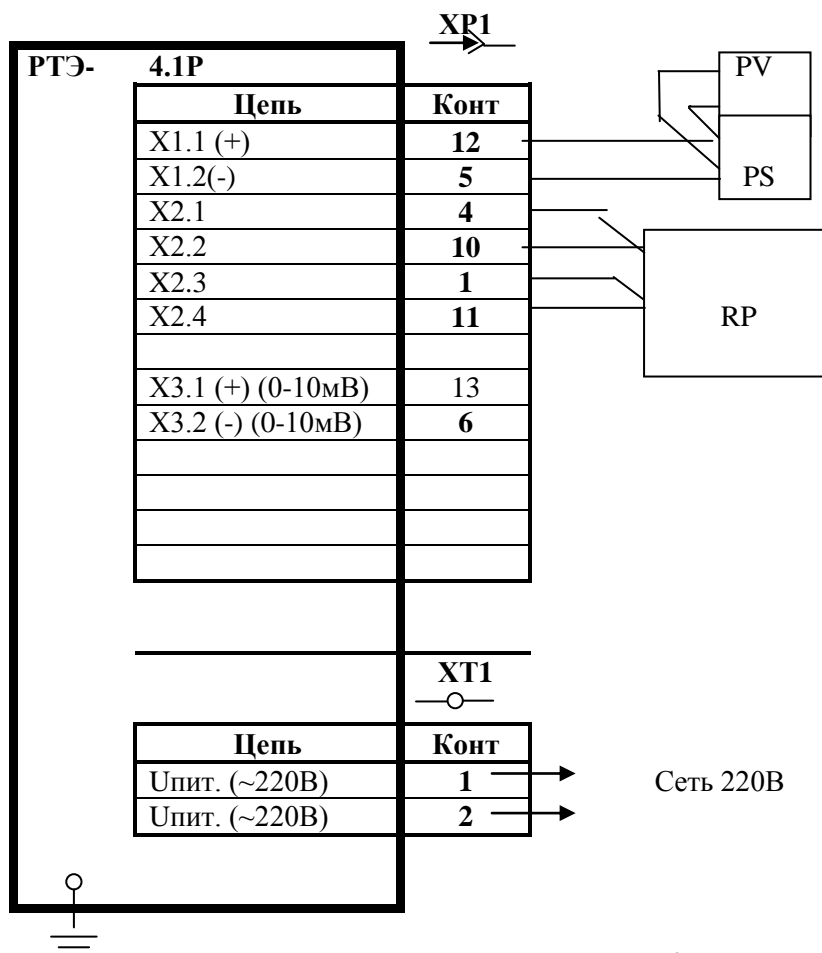

Рисунок 9
- пользуясь кнопками «С» и « $\Delta$ » или « $\nabla$ » подобрать, чтобы значения на цифровом индикаторе совпадали с значениями на вольтметре PV (рис. 9)